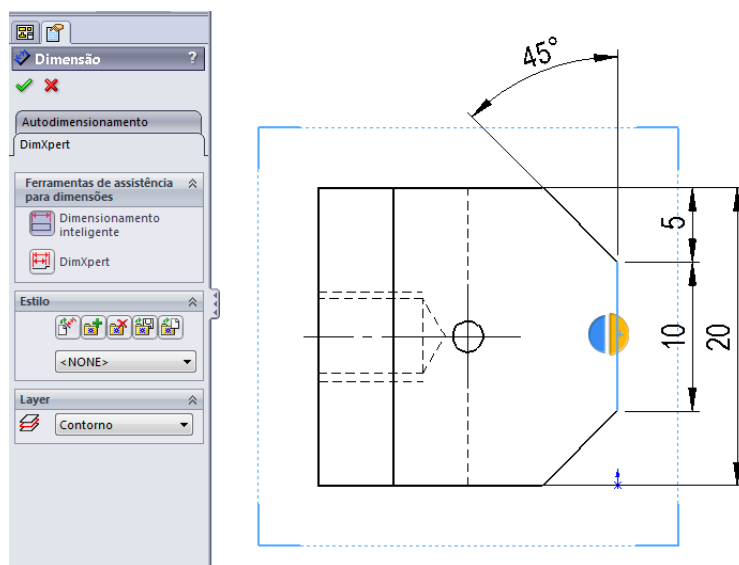

Figura 3.18 - Inserindo a medida de forma manual.
8.2. Na vista superior, clique na linha conforme mostrado na Figura 3.18. Após selecionar a linha, aparecerão dois semicírculos em azul. Clicando no semicírculo direito, a medida de 10 mm neste caso, se posicionará automaticamente à direita da linha selecionada.